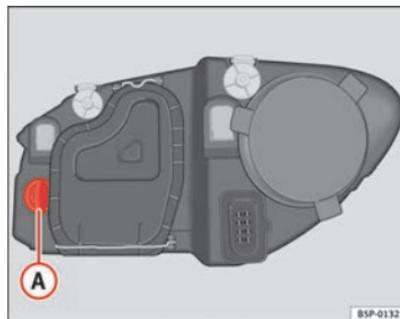

Fig. 178 Lampada luce indicatore di direzione
- Ruotare il portalamпада ⇒ fig. 178 Ⓐ verso sinistra e tirare.